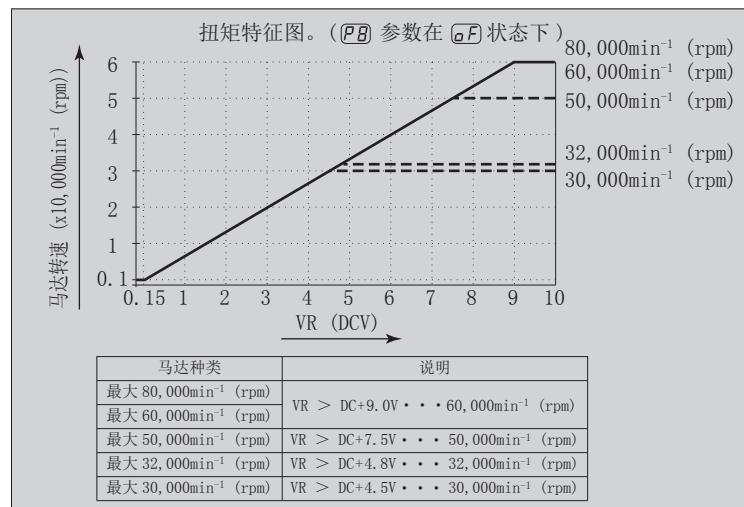
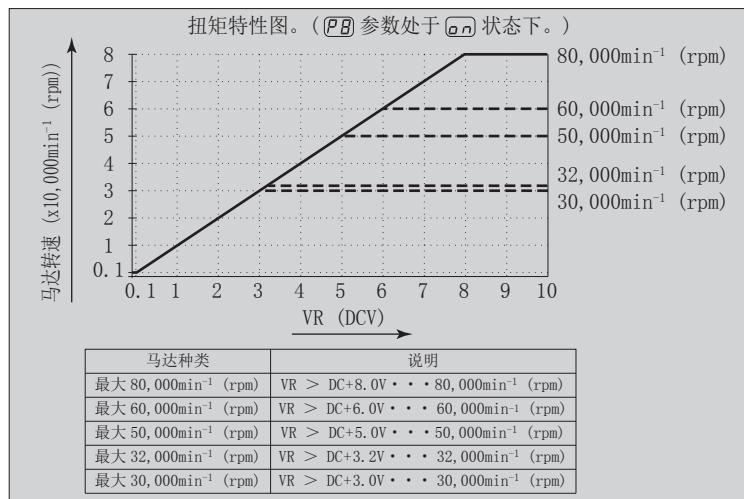

图 43
图 44
- 图 43 是将参数 **P8** 设定为 **o F** 的马达转速指令电压信号和转速的特性图。图 44 是将参数 **P8** 设定为 **o n** 的马达转速指令电压信号和转速的特性图。